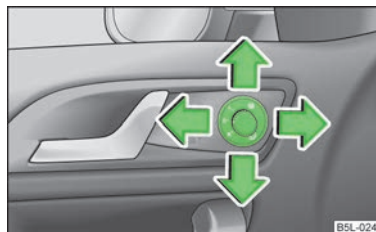

Fig. 41
- Aduceți butonul rotativ în poziția **☂** » fig. 41.
- Aduceți butonul rotativ în poziția **L** » fig. 41. Mișcarea suprafeței oglinzii este identică cu mișcarea butonului rotativ.
- Aduceți butonul rotativ în poziția **R** » fig. 41. Mișcarea suprafeței oglinzii este identică cu mișcarea butonului rotativ.
- Aduceți butonul rotativ în poziția **0** » fig. 41.
La autovehiculele care dispun de funcția Memory pentru scaunul șoferului, suprafața oglinzii basculează puțin în jos la selectarea treptei marșarier, când butonul rotativ se află în poziția  » fig. 41. Astfel în timpul parcării este asigurată vizibilitatea spre bordură.